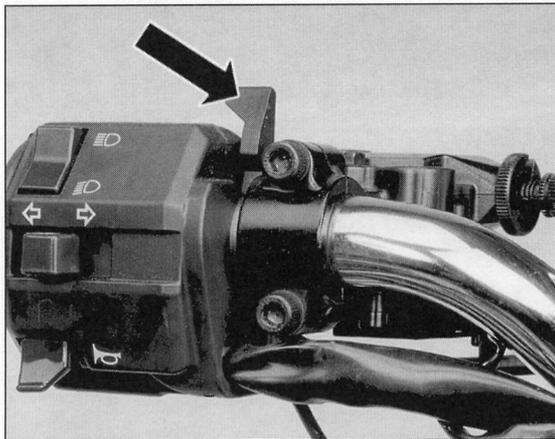

Bild 44
- Chokehebel (Bild 44) auf einwandfreie Gangbarkeit prüfen. Bei ungleichmässiger Betätigung Seilzug schmieren.